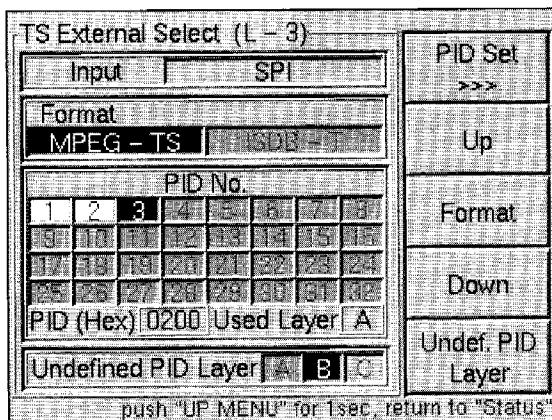

図 5-6 外部TS設定 (MPEG-TSの場合)
- (1) TS External Select (L-3) 画面 (図5-6) で Up、Down キーを操作し、PID番号を選択します。